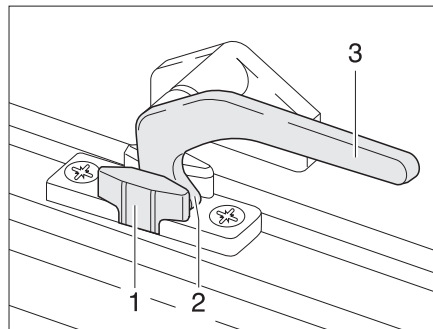

Fig. 34 Palanca de bloqueo en la posición de "ventilación continua"
- En la posición "ventilación continua" (Fig. 34)
- Girar la palanca de bloqueo (Fig. 34,3) un cuarto de vuelta hacia la mitad de la ventana.
- Girar de nuevo hacia atrás la palanca de bloqueo. El saliente de bloqueo (Fig. 34,2) se ha de introducir para ello en el rebaje del bloqueo de la ventana (Fig. 34,1).